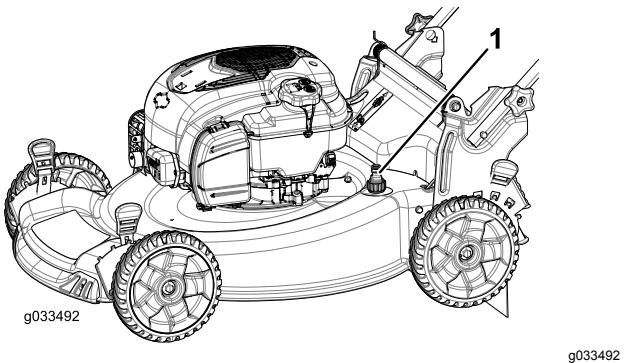

Figura 26
- Conecte una manguera de jardín que esté conectada a un grifo al orificio de lavado (Figura 26).